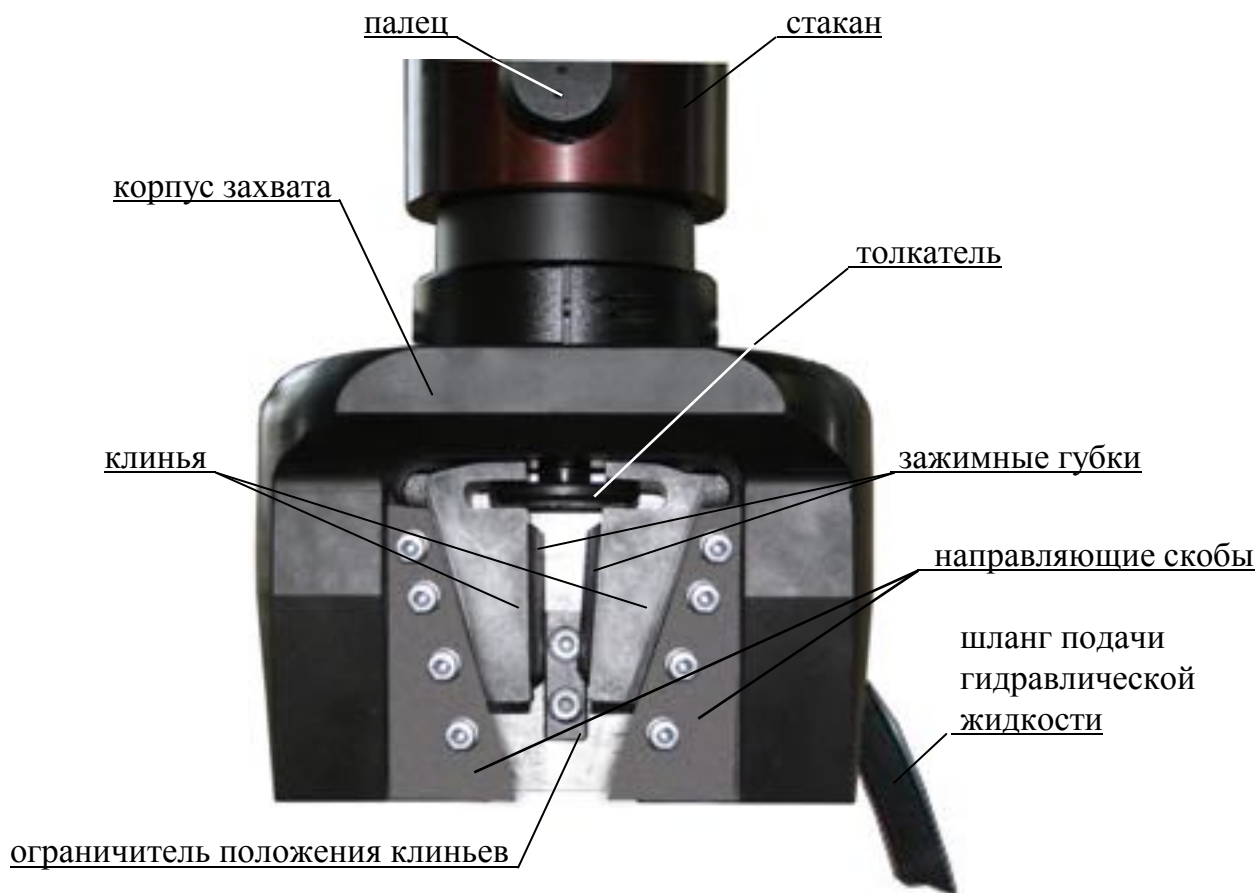

Рисунок 3 – Общий вид клинового захвата
- собрать захват в обратном порядке, установив на заднюю стенку ограничитель положения клиньев (см. рис. 3).